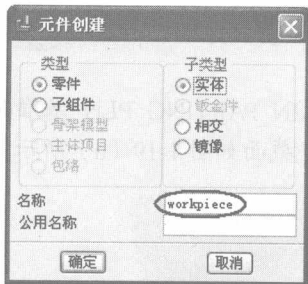
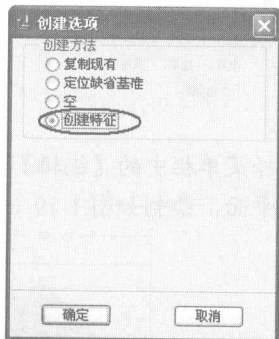

图1-13 输入毛坯工件名称
图1-14 选择【创建特征】选项
11. 选择菜单管理器中的【模具模型】/【创建】/【工件】/【手动】命令，在如图 1-13 所示【名称】文本框中输入毛坯工件名称“workpiece”，在如图 1-14 所示【创建选项】对话框中选择【创建特征】选项。